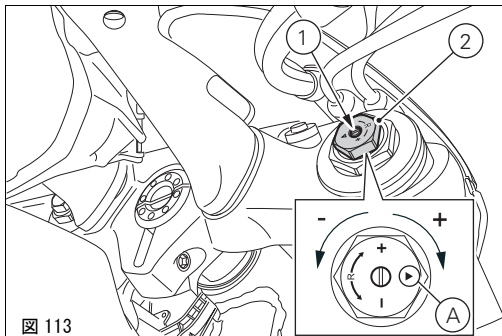

図 113
- 1) 油圧ブレーキのリバウンドダンピング調整 (図 113)；
- 2) インナーズプリングプリロード調整 (図 113)；
各フォーク内部のスプリングプリロードを変更するには、全開のポジションから、六角アジャスターナット(2、図 113)を22 mmの六角レンチで回します(時計回りで)。基準の位置(A、図 113)から時計回りに一回転すると、スプリングプリロード1mmに相当し、最大値は15mmで15回転に相当します。